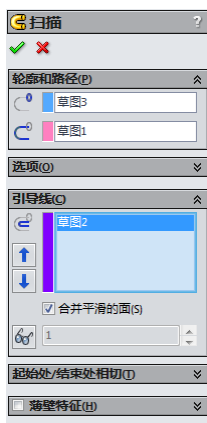

图 3-44 “扫描”属性管理器
**08** 执行扫描命令。在菜单栏中选择“插入”→“凸台/基体”→“扫描”命令，或者单击“特征”工具栏中的“扫描”图标按钮，此时系统弹出如图 3-44 所示“扫描”属性管理器。